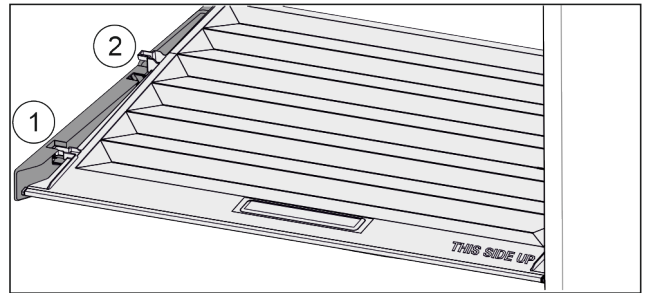

Fig. 107
- Deksel tot de opening in de vasthouddelen naar voren trekken Fig. 107 (1).
- Aan de achterkant vanaf de onderkant omhoog tillen en vanaf de bovenkant verwijderen Fig. 107 (2).